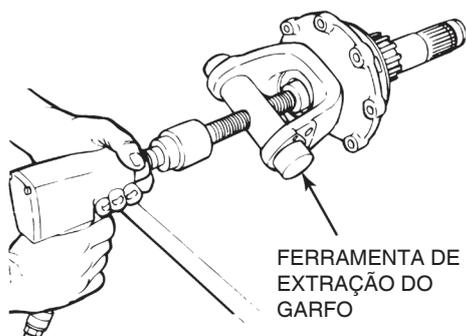
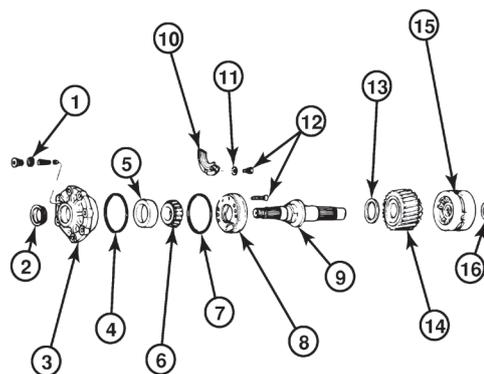

Figura 3.27
Figura 3.28
1. Use uma ferramenta adequada para remover o garfo ou flange do eixo de entrada. Figura 3.27. Se o conjunto do diferencial não for equipado com bomba de óleo, remova a caixa dos rolamentos do eixo de entrada. Figura 3.28.